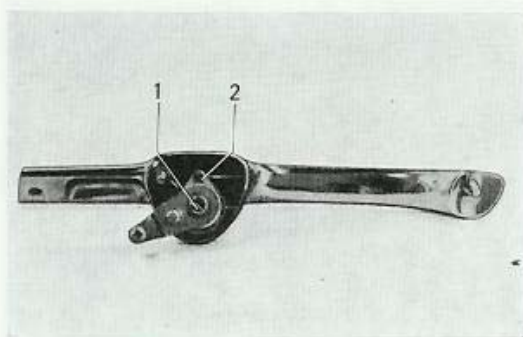

Bild 23. Låshandtag
1. Skruva ur skruven (1, bild 23) för manöverarmen, och skruven (2) för hylsan samt ta bort hylsan och fjädern.